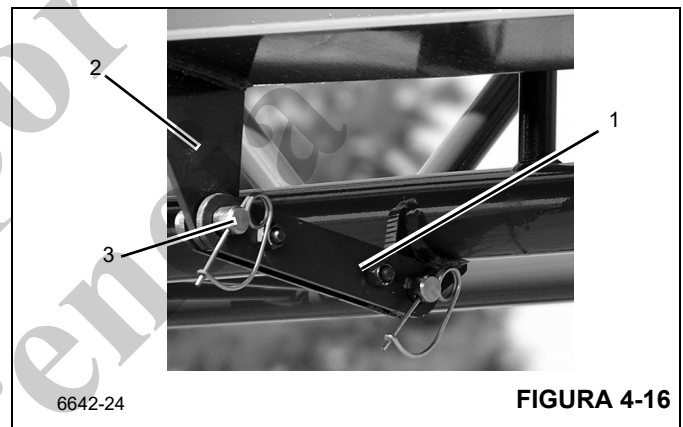

FIGURA 4-16
- e. Conecte la barra de seguridad (9, Figura 4-20; 1, Figura 4-16) a la barra de fijación (2) de la sección de base de la extensión de la pluma usando el pasador (3). Fije con la pinza de retención.